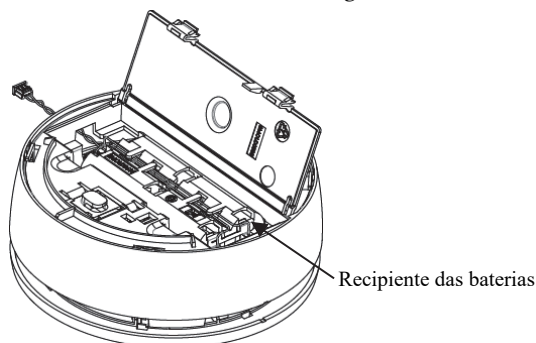

Figura 8
4. Abra a tampa do compartimento das baterias (*ver Figura 8*).